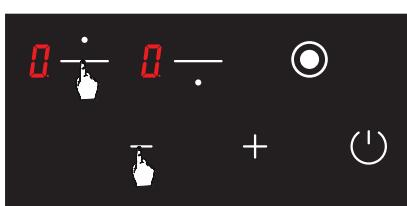

Рис. 21
2. Одночасно натисніть кнопку вибору верхньої конфорки () і кнопку «мінус» () (Див. рис.21). Одночасно пролунає короткий попереджувальний сигнал. Потім зніміть пальці з панелі керування плитою.